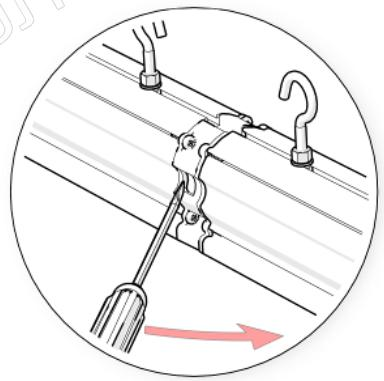

Рисунок 4 Разъединение разъёмов
5.3 Для разъединения разъёмов необходимо подать защёлку разъёма плоской отвёрткой (рис. 4).